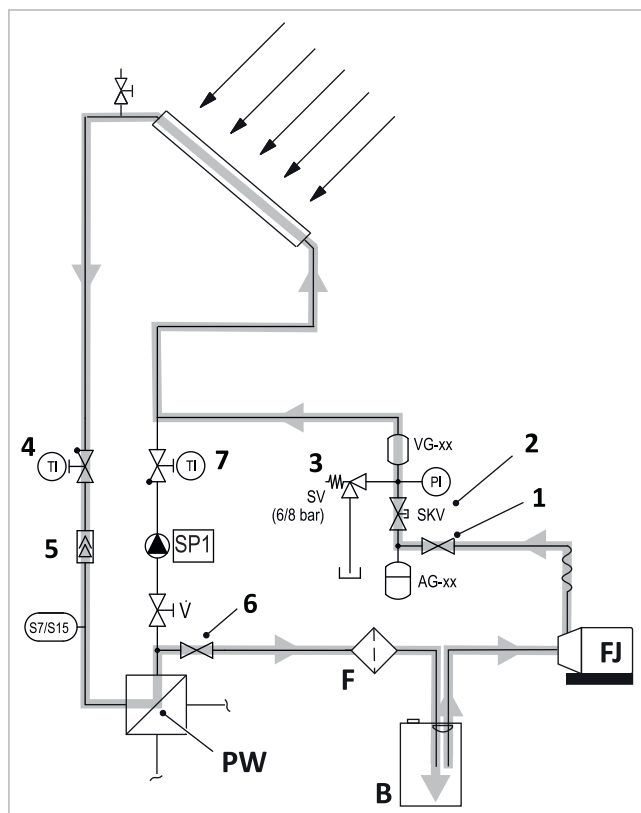

Fig. 11: Circuito primario: lavado del panel colector
#### Lavar el panel colector ( → fig. 11)
#### Ejercer presión sobre el lado primario ( → fig. 11)
Poner en servicio el circuito primario (véase la → *fig. 11, pág. 17*).
- Tras llenar de nuevo el circuito solar se generan durante el funcionamiento gases que se acumulan en el separador de aire de la estación → *fig. 11, pág. 17 (7)*. Esta generación de gases se reduce a medida que aumenta el tiempo de funcionamiento de la instalación. De ahí que durante los primeros días tras la puesta en servicio se deba purgar diariamente el separador de aire y comprobar la presión de la instalación. Posteriormente solo será necesario en función de la cantidad de aire separada.